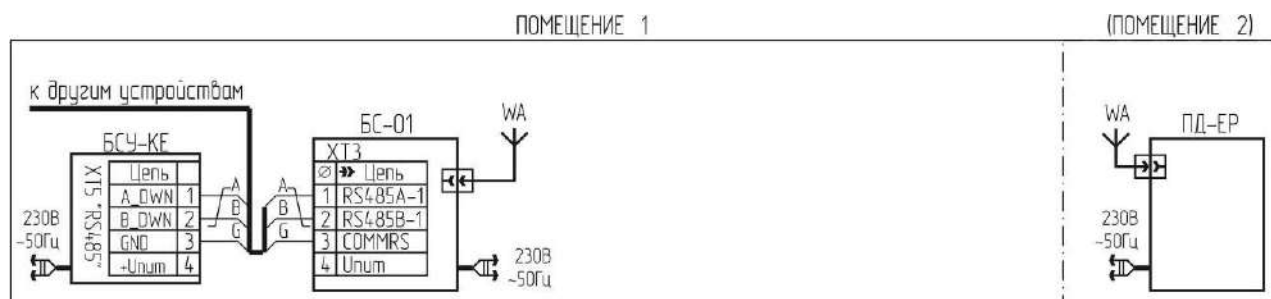

Рисунок 15 – Подключение удаленного пульта ПД-ЕР
6.1.1 Подключение удаленного пульта ПД-ЕР (рисунок 15).